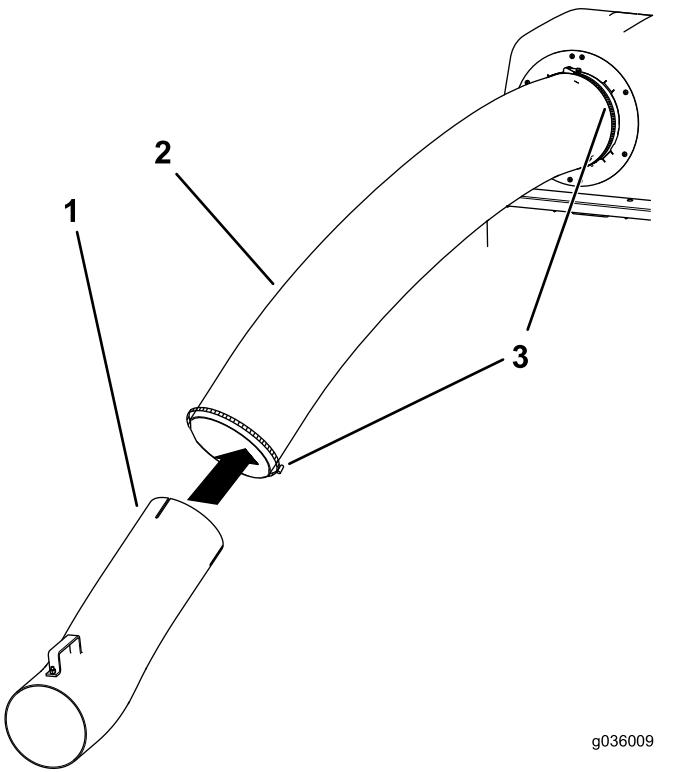

图 8
3. 将上管安装到已连接到吹风机罩的弯管上并使用软管夹固定管子图 8。
4. 将下管滑入上管图 8。